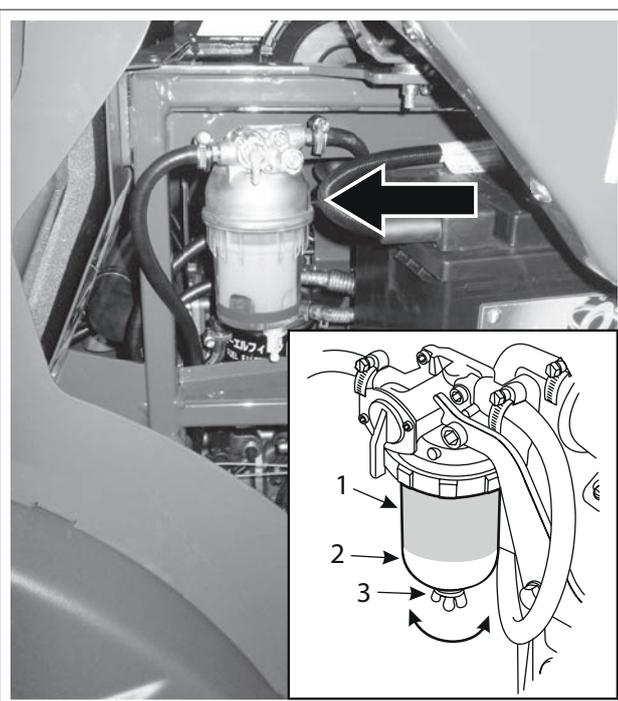

РИС. 66
- 4) Отцепите фиксаторы и снимите крышку (РИС. 66 – Сс. 1).
- 5) Проверьте воздушный фильтр (РИС. 66 – Сс. 2), для очистки продуйте фильтр воздухом с низким давлением или замените новым фильтром.